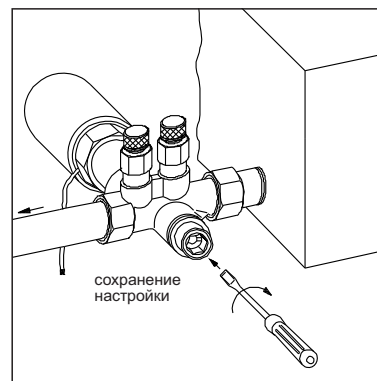

Рис. 2
- 4 Затем повернуть фиксирующую шайбу отверткой вправо до упора (рис. 2).
Важно: Для изменения значения преднастройки фиксирующую шайбу ослабить отверткой поворотом влево (рис. 2). Затем изменить величину преднастройки с помощью шестигранного ключа SW 4.